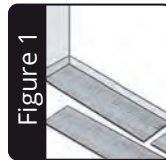

Figure 1
1. Legen Sie eine Reihe loser Paneele (Abbildung 1) auf, ohne diese miteinander zu verbinden, um zu überprüfen, ob die Länge des ersten Paneels angepasst werden muss, damit das Endstück nicht weniger als 20 cm beträgt oder messen Sie die Länge des Raums ab und dividieren Sie diese durch die Länge eines Paneels.